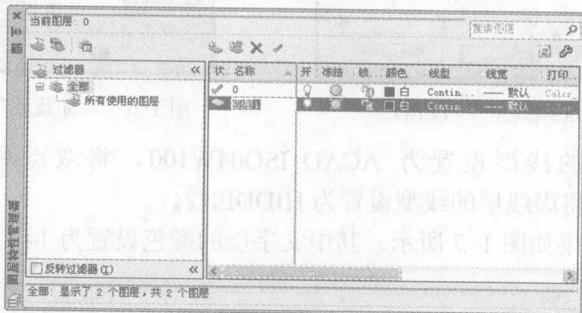

图 1-2 新建图层
2) 选择“格式”→“图层”命令或单击“图层”工具栏中的按钮,弹出“图层特性管理器”对话框。单击对话框中的按钮或回车(即按〈Enter〉键),新建一个图层,系统默认该图层的名称为“图层 1”,如图 1-2 所示。